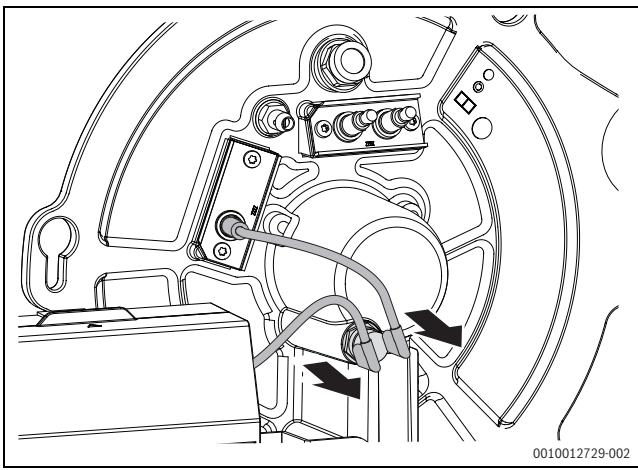

Bild 80 Stecker am Temperaturwächter abziehen
- Stecker am Temperaturwächter abziehen (→ Bild 80)